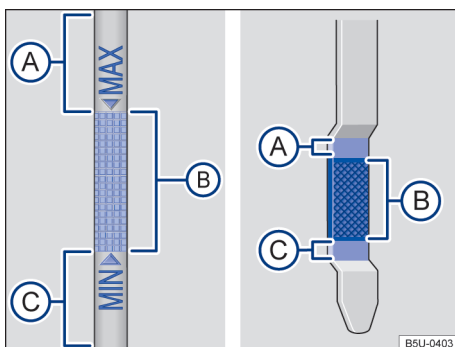

Fig. 145 Vareta de medição do óleo com marcas de nível do óleo do motor.
7. Retirar novamente a vareta de medição do óleo e ler o nível no óleo do motor na vareta de medição → Fig. 145 da seguinte maneira:
13. No final do processo de abastecimento do óleo, o nível do óleo do motor deve estar, ao menos, no meio da área → Fig. 145 , mas jamais acima da área  → .
- Não ligar o motor se o nível do óleo do motor estiver acima da área → Fig. 145 . Procurar auxílio técnico especializado. Caso contrário, o catalisador e o motor podem ser danificados! ►
O nível do óleo do motor não deve em nenhuma hipótese ultrapassar a área → Fig. 145 (A). Com o nível acima dessa área, o óleo pode ser aspirado pela ventilação do cárter, sendo lançado na atmosfera pelo sistema de escape. Além disso, o óleo pode ser queimado dentro do catalisador, danificando-o.
Em caso de alta demanda do motor, o nível do óleo do motor deve estar o mais próximo possível da área → Fig. 145 (A) – sem ultrapassar, como, por exemplo, em longas conduções em estrada durante o verão ou durante travessias de montanhas.